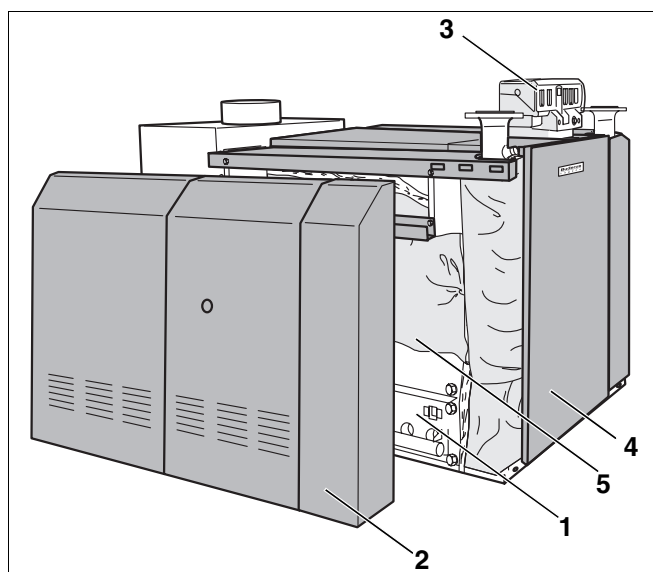

Рис. 1 Logano GE434
Logano GE434 (рис. 1) состоит из правого и левого котловых блоков, на каждом из которых установлено по одной газовой горелке.
- Котловые блоки (рис. 1, **поз. 5**) и газовые горелки (рис. 1, **поз. 1**).
- Облицовка котла (рис. 1, **поз. 2**) и теплоизоляция (рис. 1, **поз. 5**).
- Система управления (рис. 1, **поз. 3**), дополнительный регулятор и два автомата горения газа (на одну газовую горелку - один автомат горения).